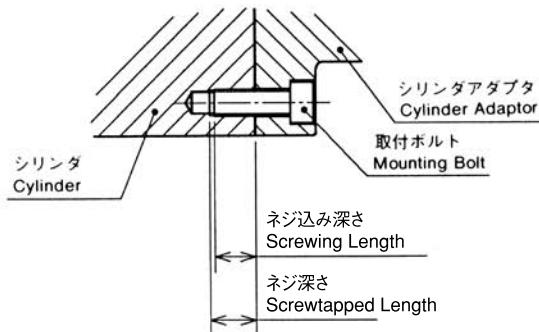

Fig. 6
シリンダはFig.5及びFig.6に従い振れを確認しながら取付けて下さい。
- シリンダをシリンダアダプタに取付ける場合、取付ボルトのネジ込み深さは下図に従ってください。(Fig.6)
- When mounting a cylinder on the cylinder adaptor, screw as deep as illustrated below. (Fig.6)